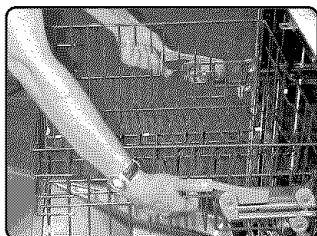

Figure 8/Illus. 8
- 2) Grasp the rack as shown in Figure 8.
- 2) Saisir le panier, comme à la figure 8.
- 2) Agarre el estante como muestra la Ilustración 8.